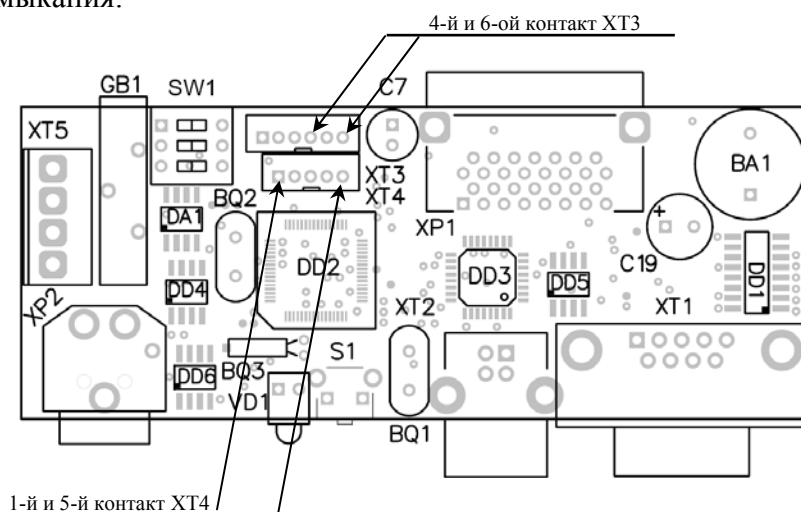

Рисунок 18 – Проверка БУ на наличие короткого замыкания.
- проверить сопротивление между первым - пятым контактами разъема **XT4** и четвертым - шестым разъема **XT3** обозначенными на рис. 18. Между контактами не должно быть короткого замыкания.